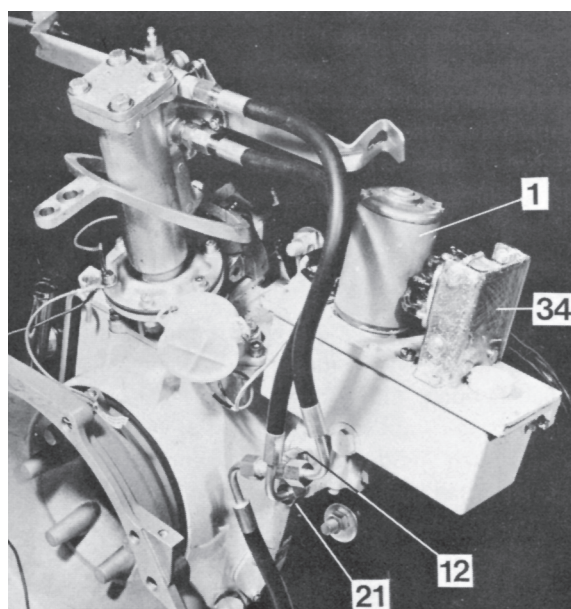

Fig. 33. Montering av hydraultank på akterspegeln
1. Montera den ihopsatta oljetanken på akterspegeln samt reläkonsolen (34 fig. 33) på tankens lock. Anslut elkablarna till elmotorn (1). Kablarna är märkta och skall anslutas till respektive stift med motsvarande märkning.